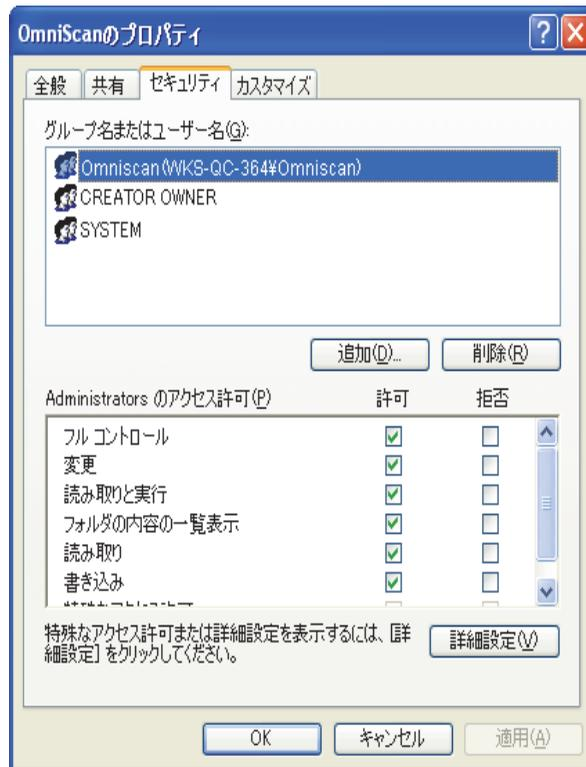

図 7-19 Omniscan ユーザーのアクセス許可
16. **OmniScan のプロパティ**ダイアログボックスの**セキュリティ**タブに戻ります (230 ページの図 7-19 参照) :